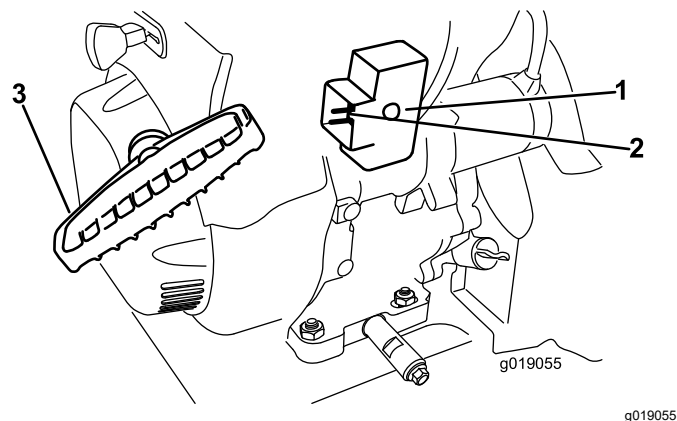

Figure 21
7. Démarrez la machine en tirant sur le lanceur ou en appuyant sur le bouton du démarreur électrique (Figure 21).